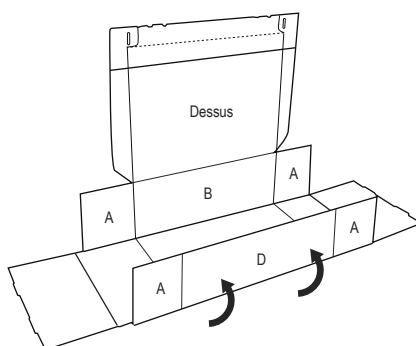

Figure 2
3. Pliez les rabats (A). (Voir Figure 2)